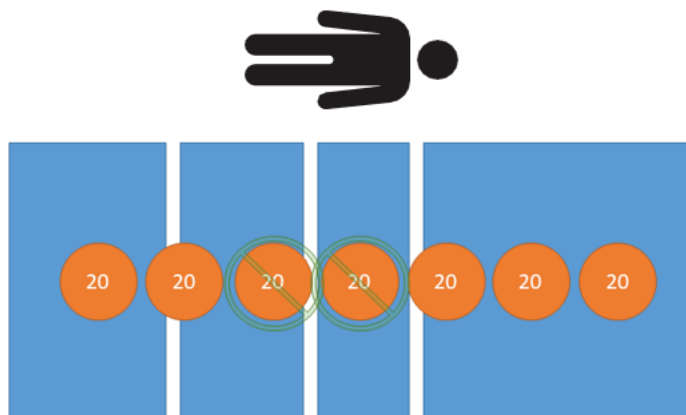

Figura 30 – Prueba de tara - 100 kg netos
5. Con ayuda de pesos calibrados, coloque 100 kg en el producto (Figura 30).
9. Con ayuda de pesos calibrados, coloque 100 kg en el producto (Figura 30).